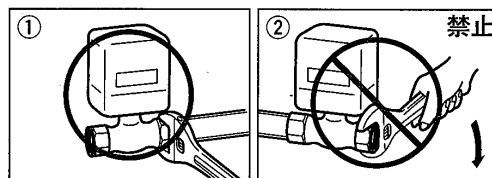

図 13
- バルブの配管取付けは、図13-①の通り、配管側のスパナ掛けを使用してください。反対側のスパナ掛けを使用し締め付けると、バルブ本体に荷重が掛かり、バルブを破損させる恐れがあります。(図13-②)